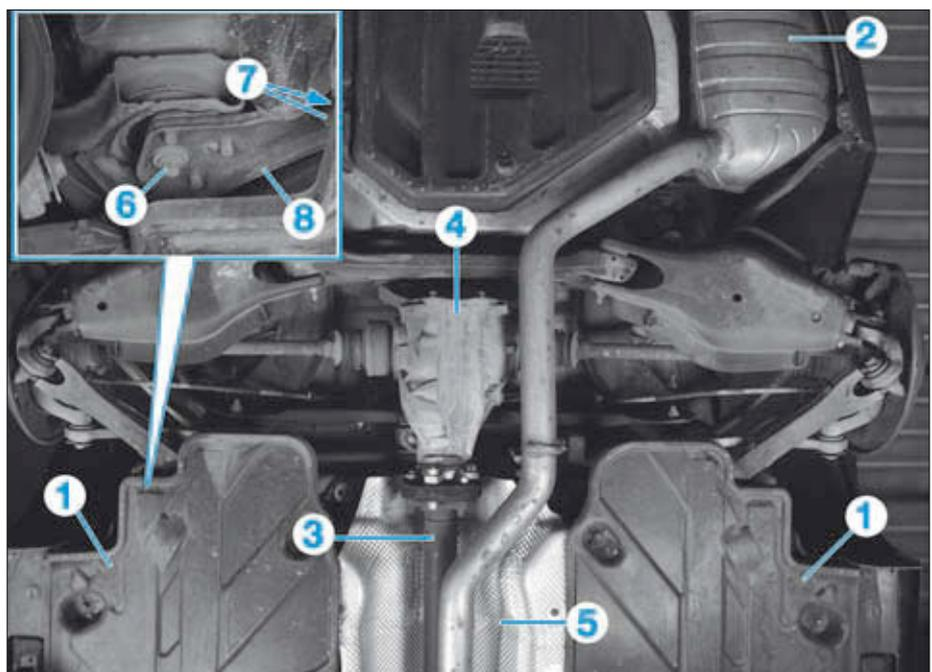

FIG. 29
- De chaque côté, déposer la protection (1) (Fig.29).